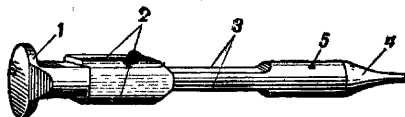

Рис. 18. Ударник с бойком:
**Ударник с бойком** (рис. 18) служит для разведения боевых упоров перед выстрелом и разбивания капсюля патрона. Сзади ударник имеет шляпку и боковые вырезы для соединения с затворной рамой, а также утолщение со скосами для раздвигания боевых упоров; в средней части — срезы для помещения внутренних выступов боевых упоров при их сведении. В цилиндрическое гнездо передней части ударника вставлен боек и закреплён штифтом.